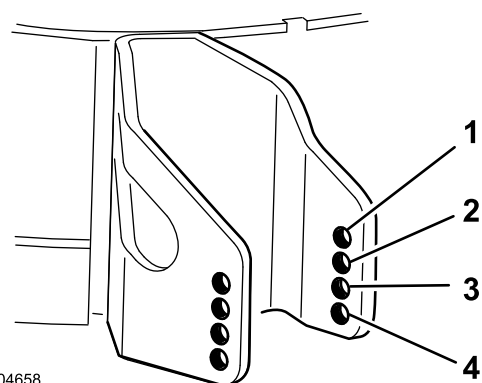

図 9
4. 設定した刈高に一番近い数値の穴を、芝削り防止ローラの取り付け穴とする (図 9)。